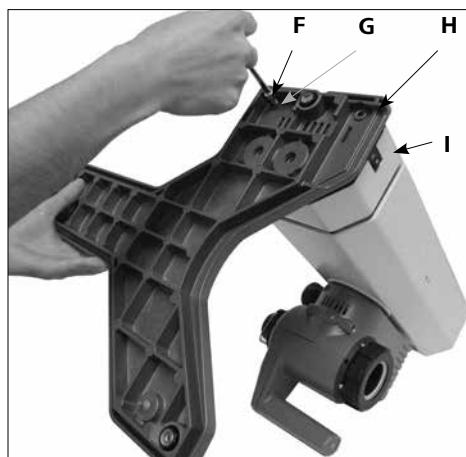

Fig. 7
#### 1) Прикрепите основание к подъемному механизму (Fig. 7)
- Установите цилиндрические M6x25 (**F**) (4 шт.) и зубчатые шайбы M6 (**G**) (4 шт.), чтобы прикрепить основание (**H**) к подъемному механизму (**I**) после распаковки упаковки. (Fig. 7)